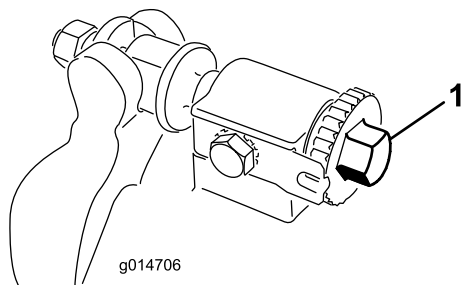
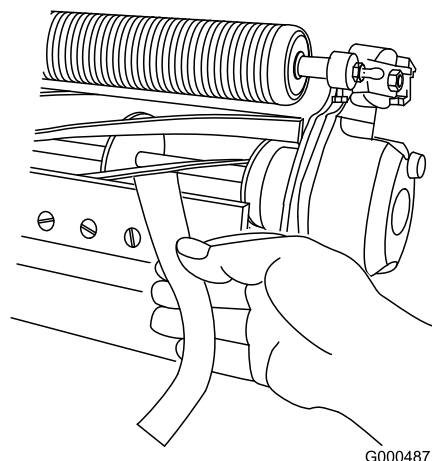

Figura 6
Figura 7
2. Eliminate il contatto con il cilindro facendo girare in senso antiorario le viti di regolazione della barra di appoggio (Figura 6).
4. Inserite una lunga striscia di carta di giornale tra il cilindro e la controlama (Figura 7) da un lato del cilindro. Girate lentamente il cilindro in avanti, e allo stesso tempo girate in senso orario la vite di regolazione della barra di appoggio (dallo stesso lato del cilindro) (Figura 6), uno scatto per volta, finché la carta non viene pizzicata leggermente quando viene inserita dal davanti ed è parallela alla controlama. Tirando la carta dovrete notare una lieve resistenza.
6. Al termine della messa a punto, controllate se il cilindro è in grado di pizzicare la carta inserita dalla parte anteriore, e se la taglia quando viene inserita ad angolo retto rispetto alla controlama (Figura 7). Dovreste riuscire a tagliare la carta con un contatto minimo tra la controlama e le lame del cilindro. In caso di resistenza eccessiva dovrete lappare o affilare di nuovo l'apparato di taglio, al fine di disporre dei bordi affilati necessari per un taglio di precisione (vedere il manuale Toro per l'affilatura del cilindro).